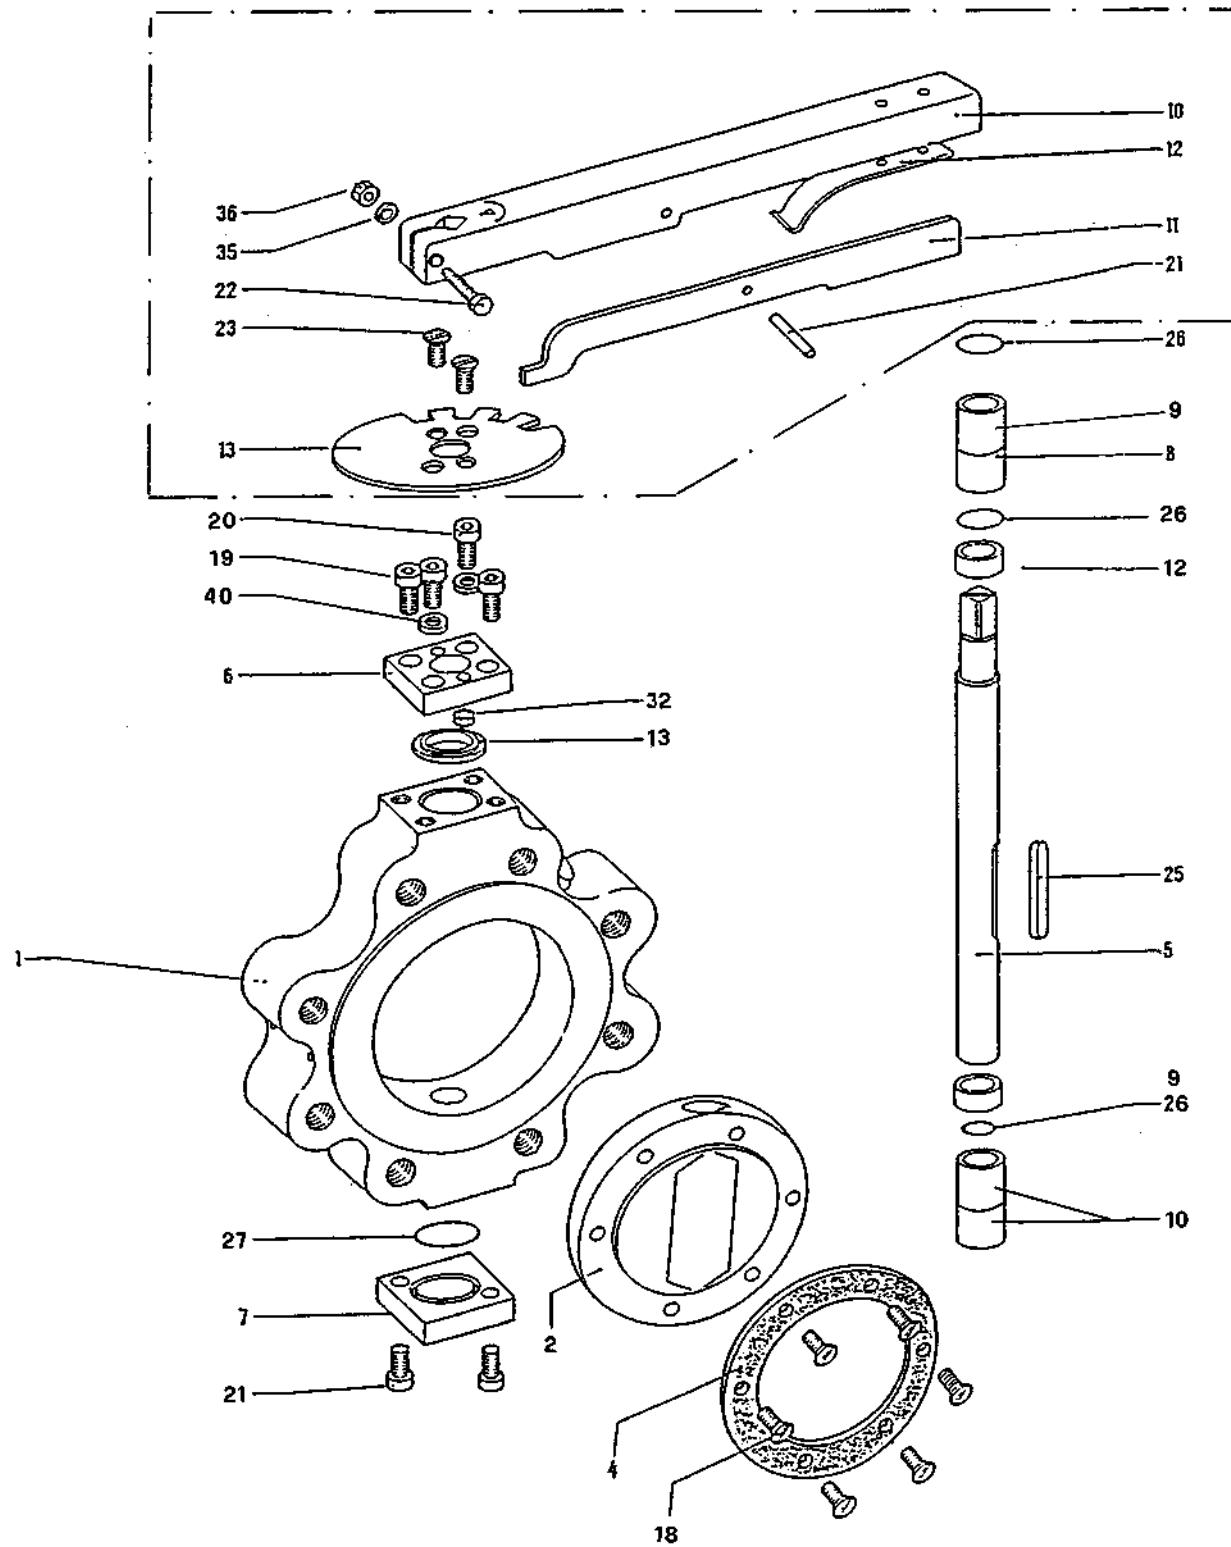

fig. 2
Per effettuare la sostituzione degli anelli di tenuta OR posti sull'albero e la guarnizione armata di tenuta posti sulla farfalla: si dovrà procedere allo smontaggio della valvola nel seguente modo (rif. fig. 2)
Pur remplacer les bagues d'étanchéité OR placées sur la tige et les garnitures armées d'étanchéité placées sur le papillon, on devra démonter la vanne de la façon suivante (réf. fig. 2 et 3):
In order to substitute the OR placed on the shaft and reinforced seal rings placed on the butterfly, it is necessary to disassemble the valve in the following way (ref. fig. 2 & 3)
La leva di manovra (10) fig. 2 per motivi di ingombro, viene fornita smontata e fornita a corredo della valvola.
Le levier de manœuvre (10) fig. 2, à cause de son encombrement, est fourni démonté et avec la vanne.
De plus, le levier de manœuvre et le disque de positionnement, en cas de nécessité, peuvent pivoter de 180°, ainsi que la vanne insérée dans la tubulure; pour effectuer cette opération, procéder de la façon suivante (fig. 2): dévisser les vis (23), ôter le disque
The operating lever (10), fig. 2 due to its dimensions, is supplied disassembled and with the valve.
Besides, the operating lever and the positioning plate, in case it is needed, may be rotated of 180°, even after the valve has been inserted on the piping. In order to achieve this, please proceed as follows (fig. 2)
Per eseguirlo procedere come segue fig. 2: